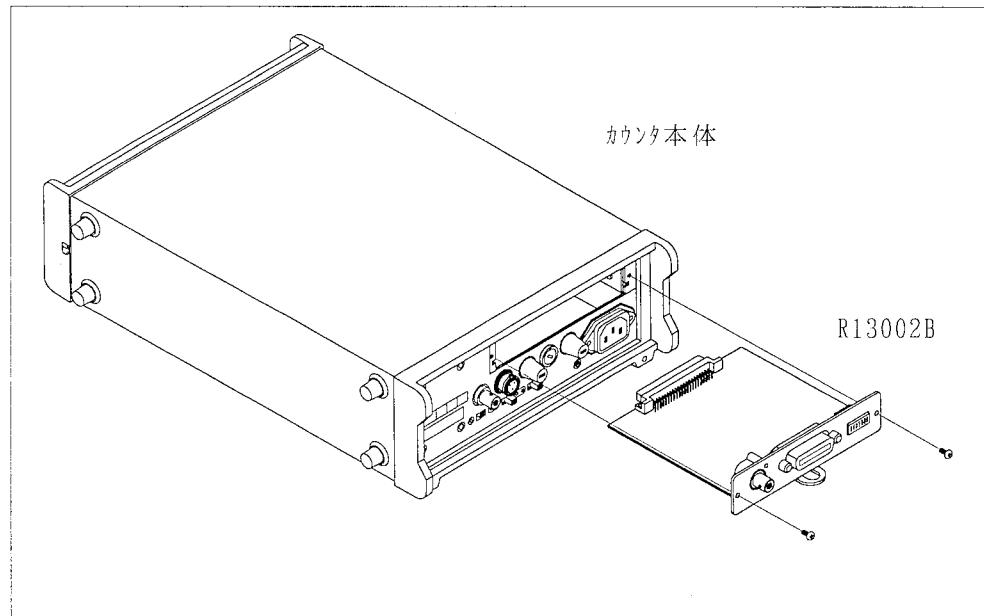

図 9-4 装着方法
- ③ 本アダプタを [図9-4]のように装着します。
- ④ 電源ケーブルを差しこみ、STBYスイッチを | に設定すると装着終了です。